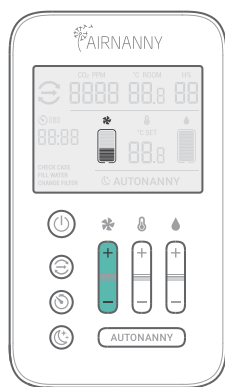

Рис. 9
1. Для регулировки используйте кнопки **[FAN DOWN]** и **[FAN UP]** (рисунок 9);
2. При нажатии кнопок **[FAN DOWN]** и **[FAN UP]** (рисунок 9) скорость воздушного потока будет соответственно уменьшена или увеличена, если в этот момент не происходит изменения значений других параметров.